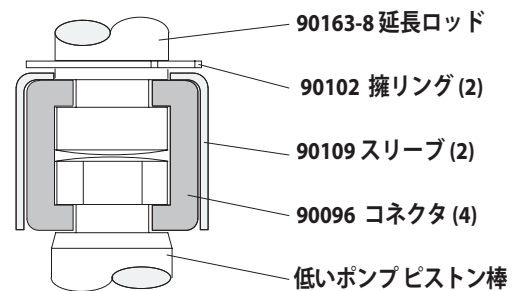

図 2
4. Eリング プライヤを用いて、スリーブが上方に移動し 2 点の コネクタが外れるまで Eリングを上方にスライドさせます ( 図 2 を参照)。空気モーターは脇に置きます。